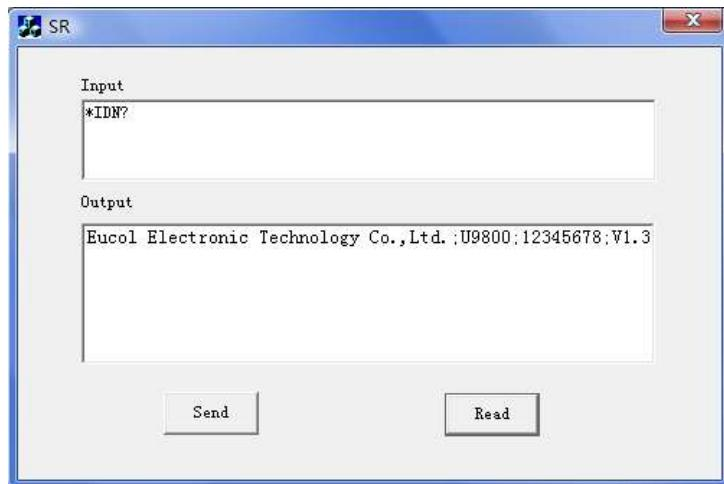

图 4-1-7
7. 保存、编译并运行程序，得到可执行文件。当仪器与PC机成功相连时，在Input下编辑框中输入一条命令，如*IDN?(*IDN?为默认输入命令)，按“Send”按键，再按“Read”按键，仪器返回的结果将显示在Output下编辑框中。如图4-1-7所示。